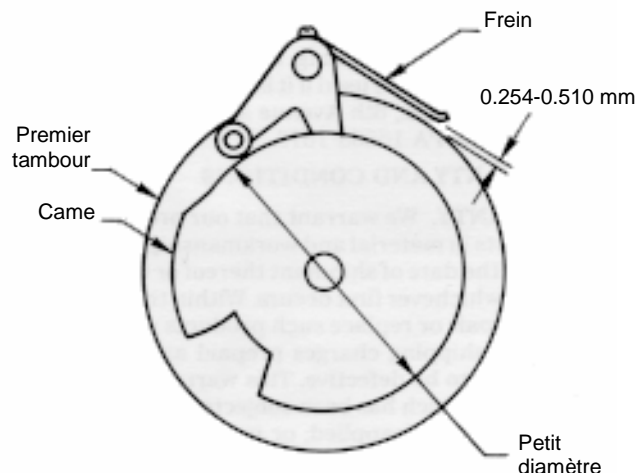

Figure 28. Réglage frein
a. Tourner le pignon de remise à zéro pour positionner la came comme indiqué en figure 28.